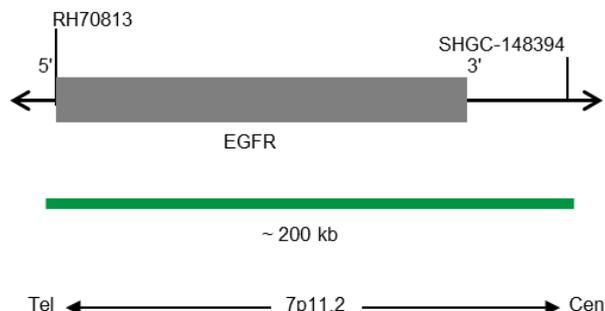

Fig. 1: SPEC EGFR Cartographie de la sonde (pas à l'échelle)
- Polynucléotides marqués à la digoxigénine (~1,1 ng/μl), qui visent la cartographie des séquences dans 7p11.2* (chr7:55,082,262-55,278,647) hébergeant la région du gène EGFR (voir Fig. 1).